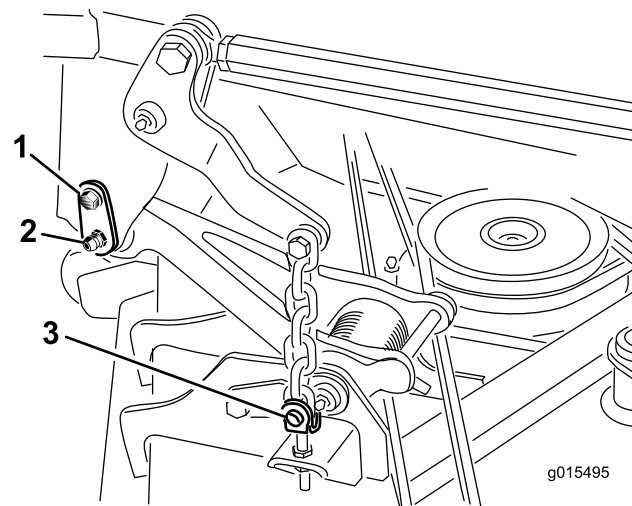

Figura 1
- Rimuovete la vite a perno che fissa il perno di ancoraggio al telaio portante (Figura 1).
8. Rimuovete i 4 perni ad anelli e i perni con testa che fissano le catene di sollevamento del piatto alle teste di regolazione sul piatto di taglio (Figura 1).